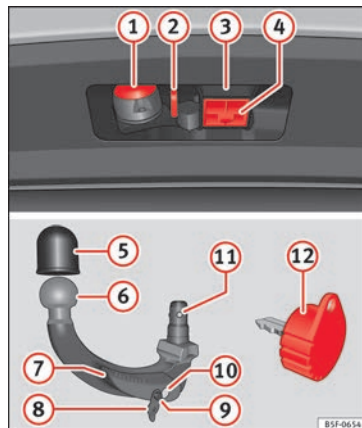

Bild 220 Fäste för draganordning / borttagbar dragkrok / nyckel
Nyckel till » **bild 220**
- Ta bort kåpan från dragkrokens fäste **(4)** » **bild 220** nedåt.